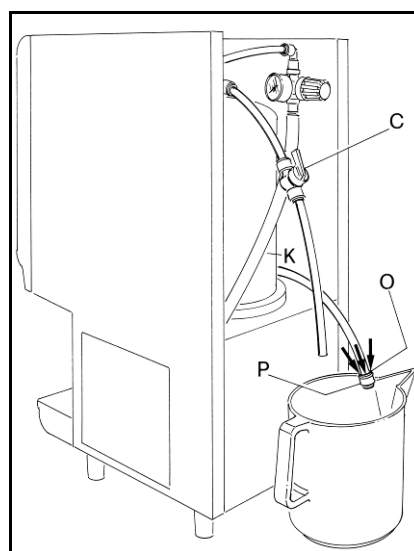

Fig. 26
- Rimuovere l'attacco rapido P facendo pressione sul collare O (Fig. 26).
- Posizionare un contenitore come mostrato in Fig. 26 (capacità: almeno 6 litri).
- Aprire il rubinetto C (Fig 26).